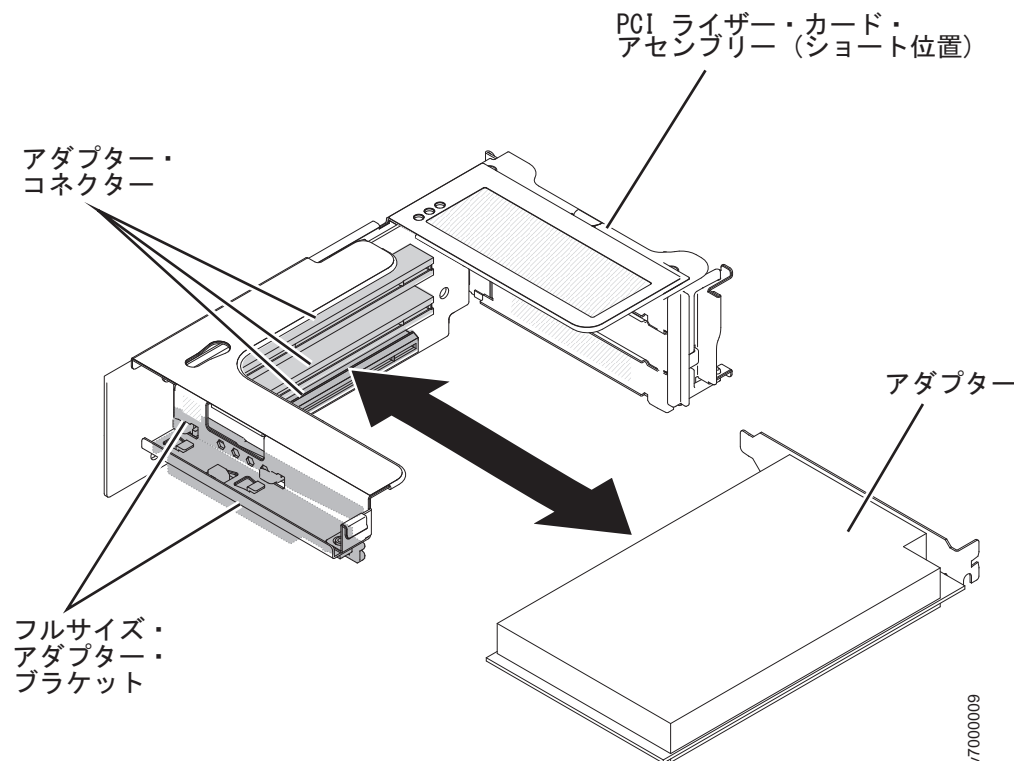

図 248. アダプター・コネクターからのアダプターの取り外し
2. 図 248 に示すように、アダプターの上端または上部の隅を注意深くつかみ、PCI 拡張スロットからアダプターを引き出します。